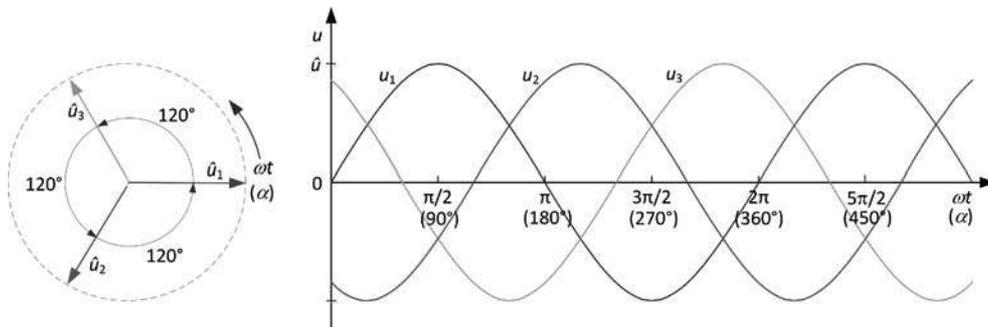

Bild 1.3 Zeigerbild (links) und Liniendiagramm (rechts)
- grafisch, als Zeigerbild oder im Liniendiagramm (Bild 1.3),
Die Spannungen der drei Phasen werden mit U , V und W bezeichnet. Entspricht die Phasenfolge der in Bild 1.3 dargestellten,